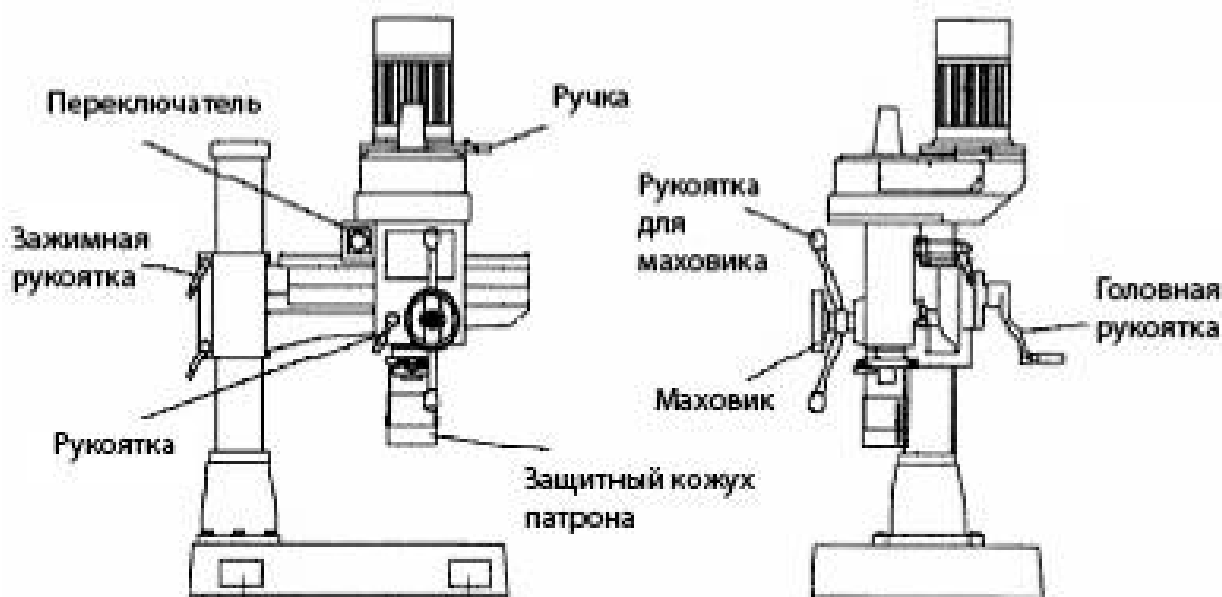

Рис.1
7. ЭКСПЛУАТАЦИЯ ГЛАВНЫХ ДЕТАЛЕЙ СТАНКА (см. рис.1)